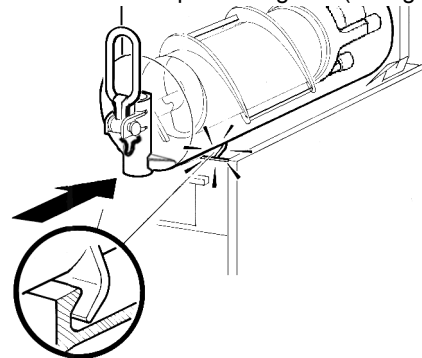

figura 16
- 7 Montar el contenedor y empujarlo hacia la pared posterior, controlando que calce completamente en la junta y, al mismo tiempo, que sus ganchos inferiores coincidan con las correspondientes salientes del plano de goteo (ver figura 16).